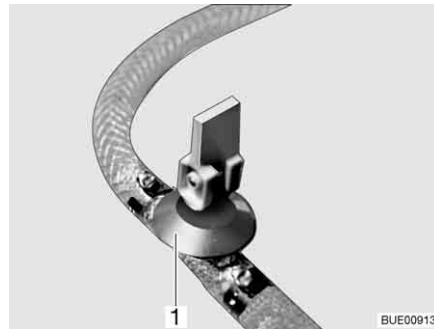
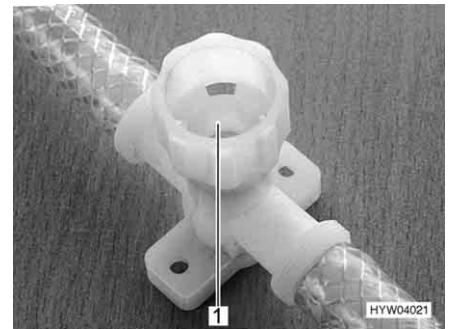

Bild 212 Avtappningskran (med vipparm)
Bild 213 Avtappningskran (med vred)
- Öppna alla avtappningskranar. Ställ för detta avtappningskranens vipparm (Bild 212, 1) lodrätt eller vrid avtappningskranens kran (Bild 213, 1) moturs.